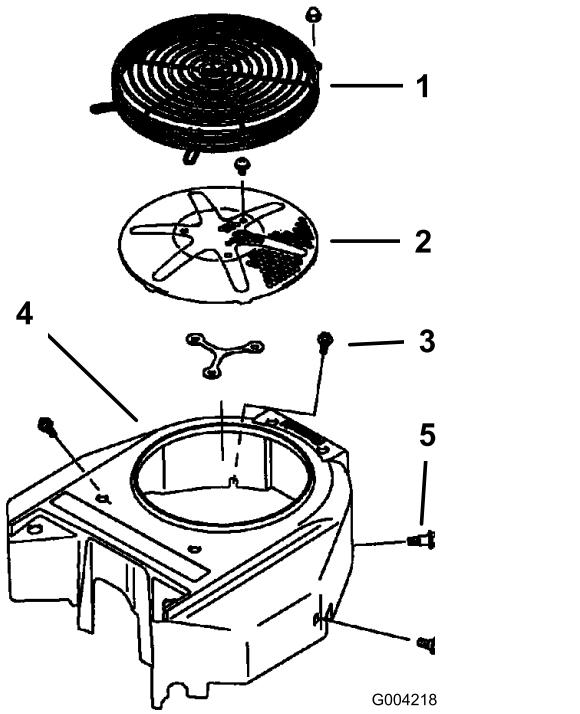

Figura 87
3. Retire la rejilla de entrada de aire, el arrancador de retroceso y la carcasa del ventilador (Figura 87).
5. Instale la rejilla de entrada de aire, el arrancador de retroceso y la carcasa del ventilador (Figura 87).